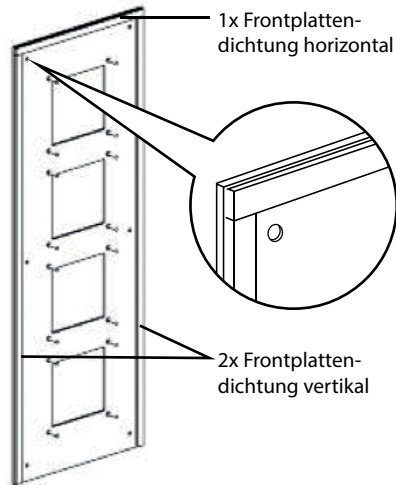

Abb. 6 Frontplatte (Ansicht von Hinten)
- ☒ Kleben Sie die horizontale Frontplattendichtung auf die Rückseite der Frontplatte (Abb. 6).
- ☒ Kleben Sie die vertikalen Frontplattendichtungen immer auf Stoß zur horizontalen Frontplattendichtung (Detail Abb. 6).